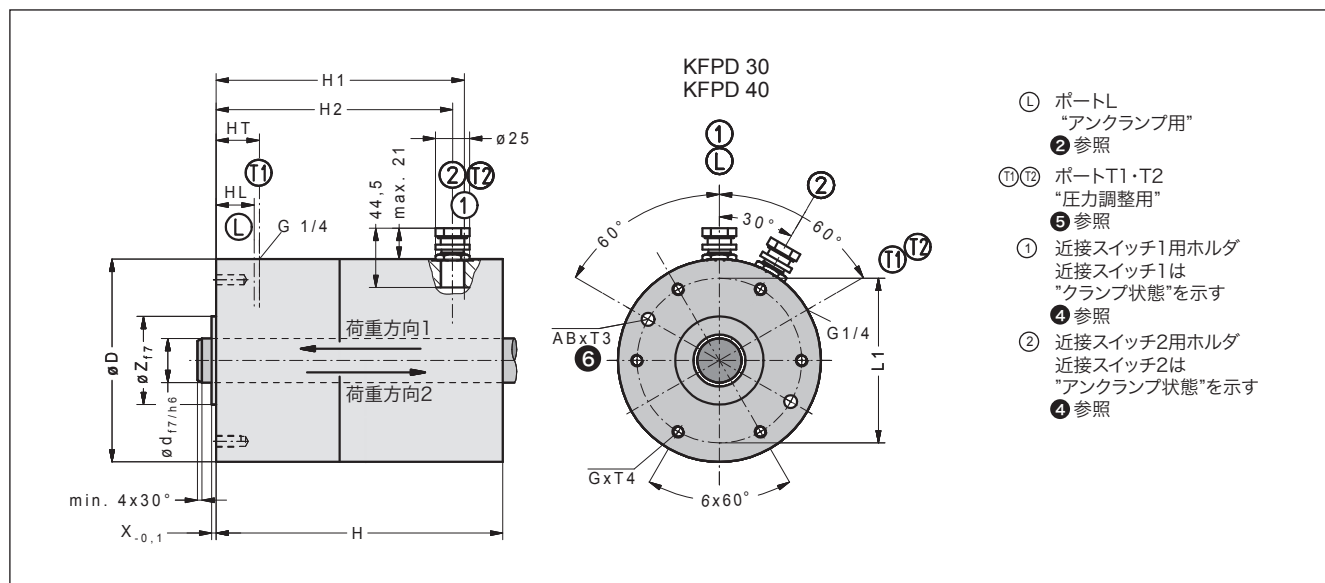

図1: ロッキングユニットKFPD概要図
⑥ 図1のABの穴は、機械取付け側にピンを設け、差込むことで、回り止めとして利用することができます。